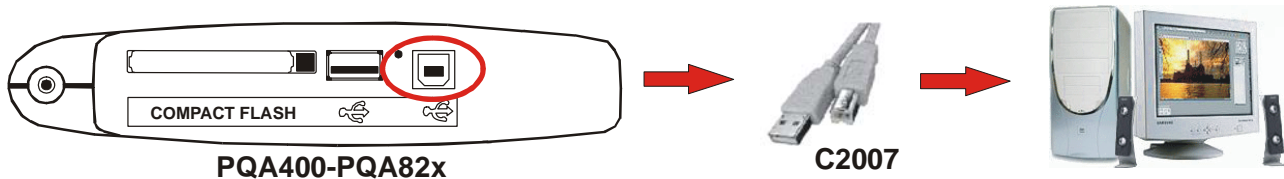

Fig. 119: Collegamento strumento a PC
3. Collegare lo strumento al PC usando il cavo C2007 (USB "A" → USB "B") fornito in dotazione come mostrato in Fig. 119: